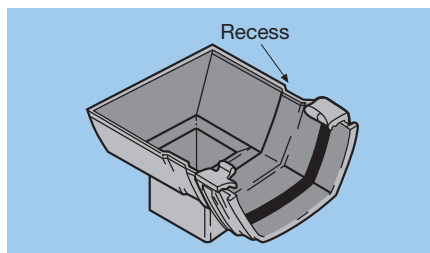

Рис.9b
- ИЛИ паз (пазы) (Рис.9b), в которые можно вставлять стандартные кронштейны